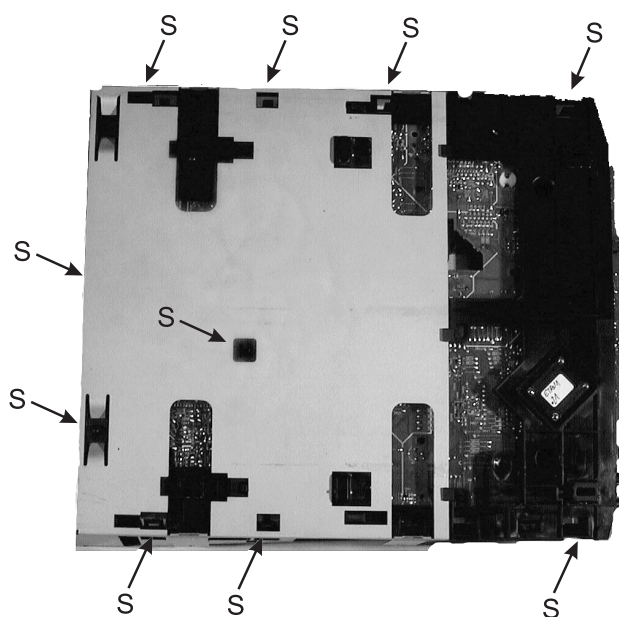

Figure 4-8
13. Retournez l'unité, débloquez les 10 crochets à dé clic (S) (voir figure 4-8) et enlevez le châssis par le haut.